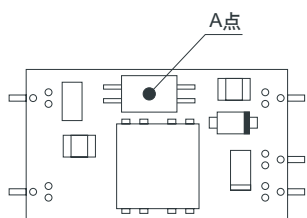

图8.3 强制风冷时的温度测量点
①SU1R5
■强制风冷时，应充分通风，确保图8.3中A点的温度不超过105°C。